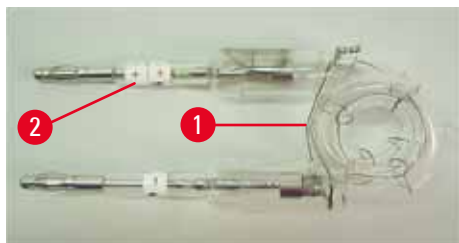
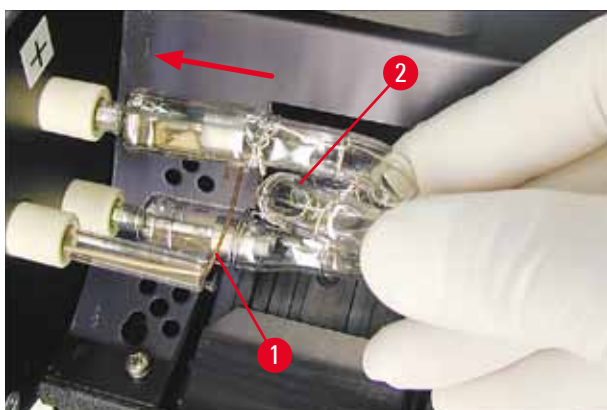

Fig. 18
Fig. 20
2. Insira a nova lâmpada de flash (→ "Fig. 18") na tomada (→ "Fig. 17-3"); Em seguida, empurre-o cuidadosamente para dentro, tanto quanto ele for (→ "Fig. 20") (o marcador de polaridade (+) não deve mais ser visível). Se necessário, mova a lâmpada de flash gentilmente para cima e para baixo.